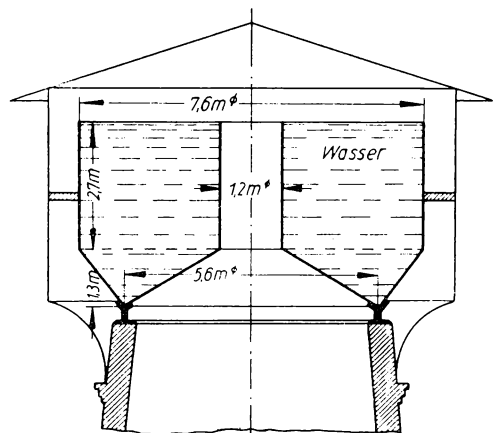

Bild 107
**247.** Der Wasserbehälter (Bild 107) eines Wasserturms hat die gegebenen Maße. Der in der Mitte ausgesparte zylindrische Raum von 1,2 m Durchmesser dient zur Aufnahme einer Treppe. Unter Vernachlässigung der Blechdicken soll mittels der Guldin'schen Regel berechnet werden **a)** der Wasserinhalt; **b)** die Anzahl Quadratmeter Blech, die zur Herstellung des Behälters nötig sind. Die Überlappungen der Bleche an den Nietnähten sind durch 7% Zuschlag zu berücksichtigen; **c)** das Eigengewicht des Behälters. 1 m2 Blech wiegt 63 kg.